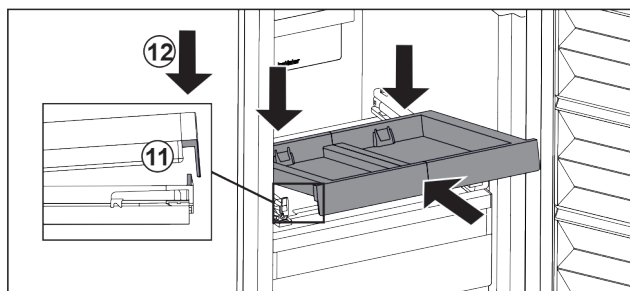

Fig. 37
- Zasuňte ju šikmo. Dbajte na to, aby sa na oboch stranách doraz nachádzal za sponou. Fig. 37 (11)
- Zložte vyťahovaciu poličku vpredu. Fig. 37 (12)